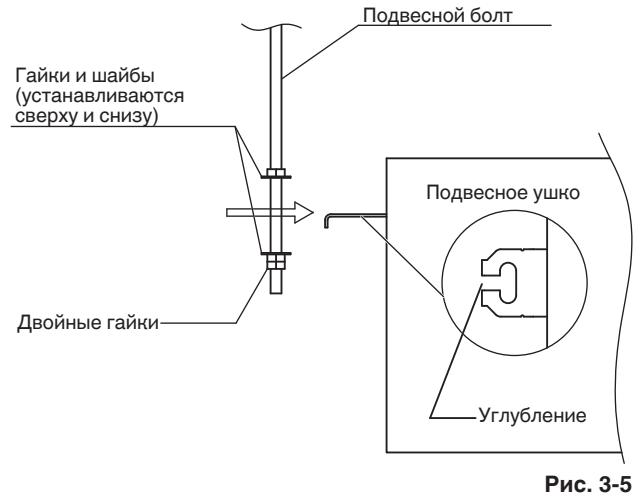

Рис. 3-5
- (3) Закрутите 3 шестигранные гайки и 2 шайбы (снабжение на месте установки) на каждый из 4 подвесных болтов (Рис. 3-5 и 3-6). Используйте 1 гайку и 1 шайбу для верхней части и 2 гайки и 1 шайбу для нижней части, чтобы блок не соскочил с подвесных ушек.